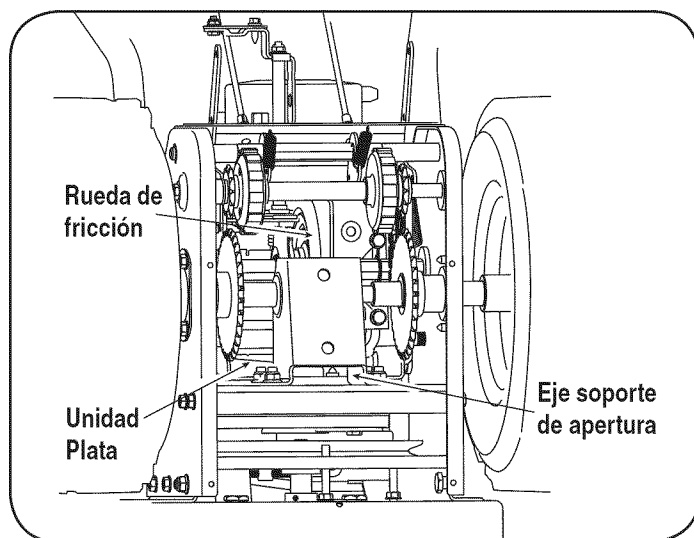

Figura 28
2. Busque la apertura entre el soporte del eje delantero y el marco de apoyo (véase la Figura 28). Mirando a través de esta apertura, con la rueda de control en libertad, debe haber espacio entre la rueda y la fricción de la placa de la unidad en todas las posiciones de la palanca de cambios.
3. Con la rueda de control dedicado, la fricción de la rueda deberá ponerse en contacto con la placa de la unidad. Vea la Figura 28.